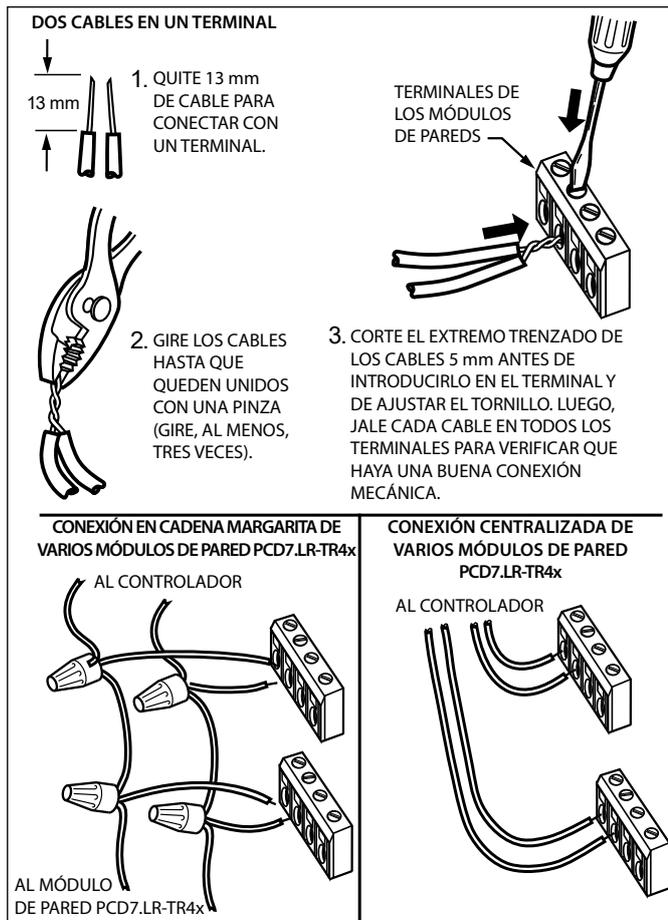

Fig. 5. Opciones para conectar los cables de varios módulos de pared PCD7.LR-TR4x
1. Para un solo cable, quite 5 mm de material aislante del conductor; para varios cables que se conectan a un terminal, quite 13 mm de material aislante del conductor. Consulte la Fig. 5 para saber cómo conectar los cables de varios módulos de pared PCD7.LR-TR4x.